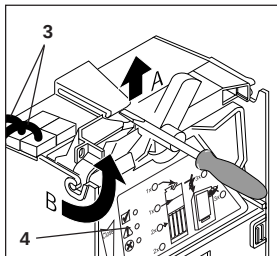
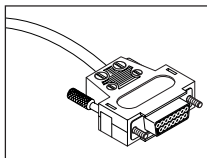

Abb. 4c: Münzprüfer entfernen
Abb. 4d: Stecker für Display
- 3 Münzprüfer herausklappen (s. Abb. 4c).
- 6 Geldwechsler über das zugehörige Anschlusskabel 3 an den Automaten anschließen (s. Abb. 4c) und ggf. externe Geräte, wie Display (s. Abb. 4d) oder Banknotenprüfer, an den Geldwechsler anschließen.
- 8 Automaten wieder ans Netz anschließen. Die drei LEDs 4 am Münzprüfer leuchten zum Testen ihrer Funktion einmal kurz auf. Danach leuchtet die grüne LED. Der Geldwechsler ist betriebsbereit (s. Abb. 4c).
- 1** Münzprüfer ausbauen und Anschlusskabel abziehen (s. Abb. 4c).